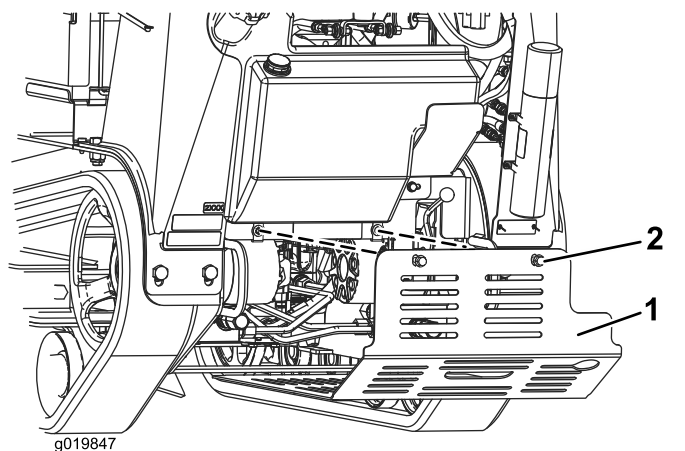

Figura 25
3. Desaperte os 2 parafusos que fixam o resguardo inferior sequencialmente, até o resguardo ficar livre (Figura 25).
5. Para instalar o resguardo antes de utilizar a máquina, deslize o resguardo inferior para a máquina de modo a assentar nas 4 patilhas e fixe-o com os 2 parafusos que desapertou anteriormente (Figura 25).